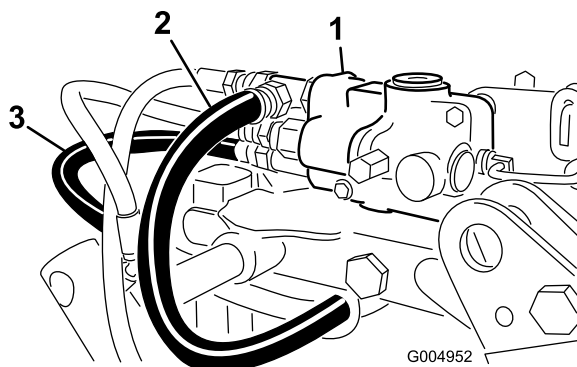

Figure 29
8. Acheminez et branchez les flexibles de pression et du réservoir hydraulique au distributeur (Figure 29).